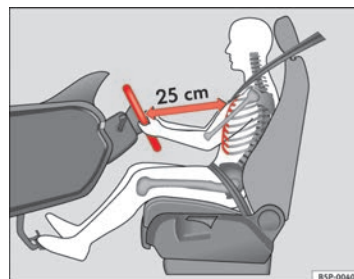

Fig. 115 Position de conduite correcte
- Réglez le volant jusqu'à ce que vous obteniez la position souhaitée $\Rightarrow$ fig. 115.
- Réglez le siège du conducteur ou le volant de sorte que la distance entre celui-ci et votre thorax soit au moins de 25 cm $\Rightarrow$ page 166, fig. 115. Si vous ne respectez pas cette distance minimale, le système d'airbags sera dans l'incapacité de vous protéger – danger de mort !